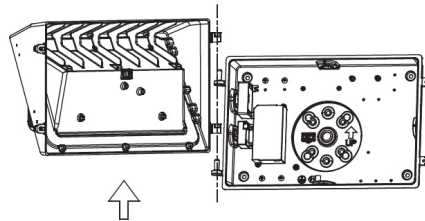

Fig. 1.2
2. Ouvrir le luminaire et retirer le couvercle avant. (Fig. 1.2)